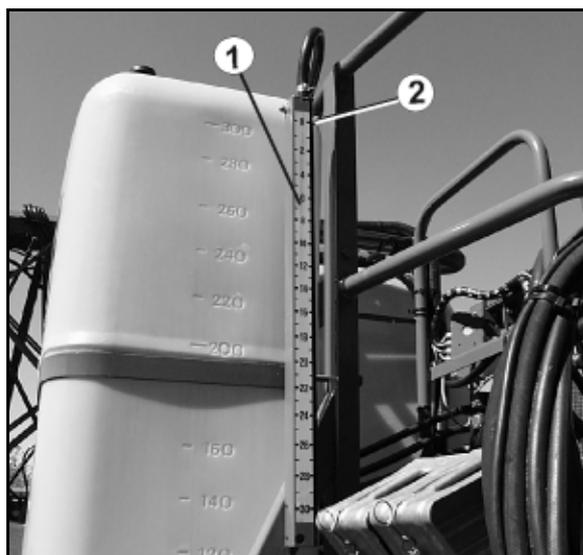

Fig. 56
3. Den Behälterinhalt auf der Skala (Fig. 56/1) der Füllstandsanzeige am Zeiger (Fig. 56/2) ablesen.